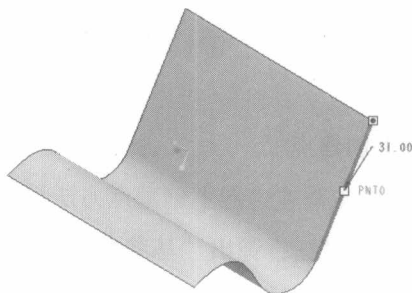

图 2-5 实数
- **实数**：基准点位置相对于所选边界端点进行偏移，也就是根据曲线实际长度，从端点位置开始计算点位置，如图 2-5 所示。测量得知，所选边界总的长度是 62，如图 2-6 所示。比率点的位置是 0.5，是边界长度的一半。